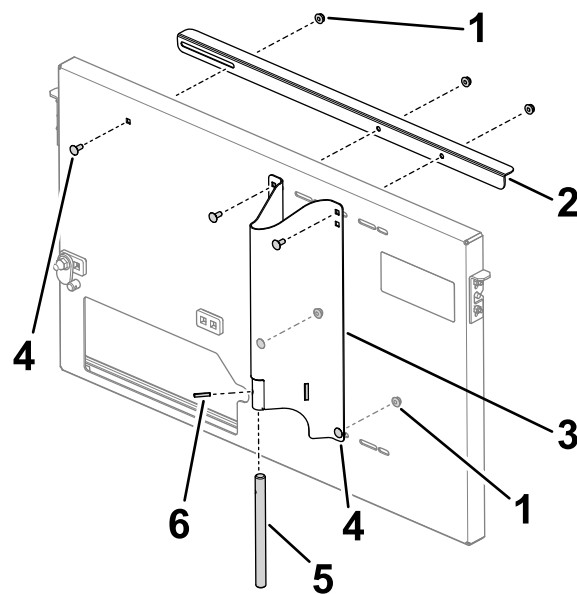

Figura 6
- Fije el soporte antiexpulsión y el canal de soporte en la chapa lateral con 5 pernos de cuello cuadrado (1/4" x 5/8") y 5 contratuercas con arandela prensada (1/4"), tal y como se muestra en la Figura 6.
- Inserte el eje de soporte en el canal de soporte y fíjelo con el pasador de montaje (Figura 6).